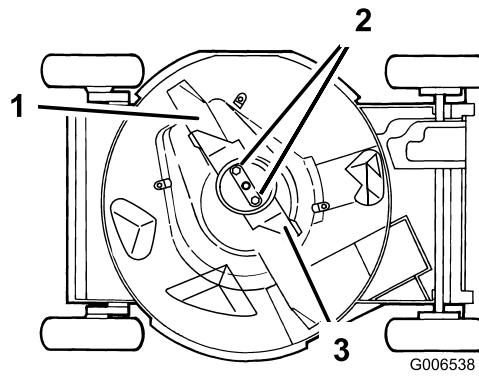

Figura 36
4. Coloque la máquina de lado con la varilla de aceite hacia abajo (Figura 36).